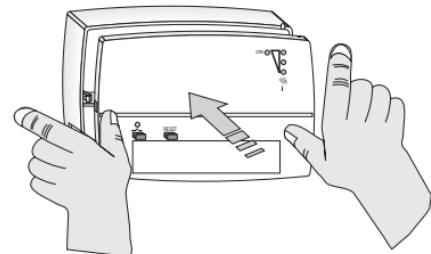
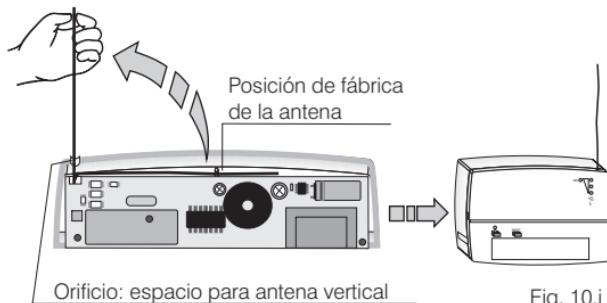

Fig. 9.i
Fig. 10.i
- Hacerlo pasar por el pequeño orificio (fig. 10.i)
- Cerrar cuidadosamente el receptor (fig. 9.i - fig. 10.i).